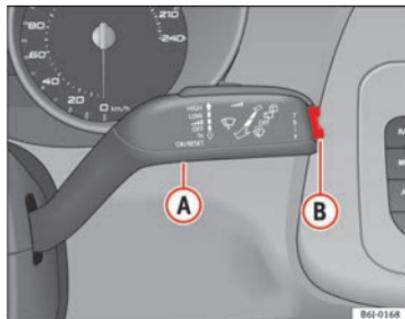

Fig. 34 Levier de l'essuie-glace : touche A et commande à bascule B
- Après avoir mis le contact, appuyez brièvement sur le bouton ⇒ fig. 34 **A** du levier d'essuie-glace pour passer d'une mémoire à l'autre.